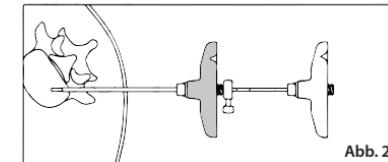

Abb. 2
- ABB. 2** Das Füllinstrument (A) in die positionierte Schneidekanüle (das transpedikuläre Einführinstrument von Preston) einführen, bis die Tiefenlehre auf dem Füllinstrument (A) Kontakt mit dem Luer-Ende der Schneidekanüle hat.